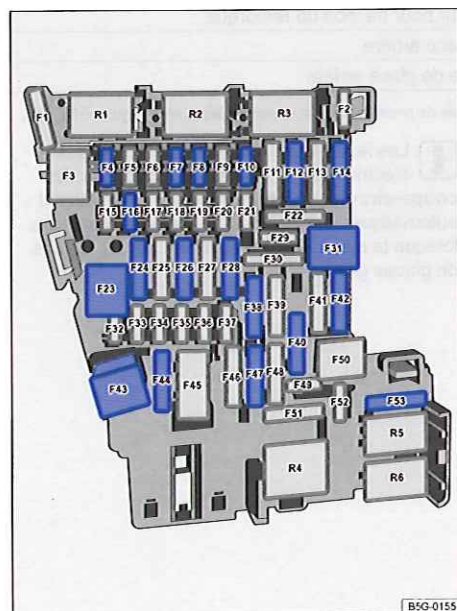

Fig. 249 Dans le tableau de bord : affectation des fusibles
a) Tenez compte de la position de montage. Emplacement des fusibles de première monte, comme indiqué sur la figure ⇒ fig. 249.